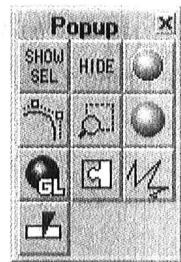

图 1.9 快捷工具栏
- 鼠标中键 使用鼠标中键在 Rhino 里可以打开快捷工具栏，如图 1.9 所示。